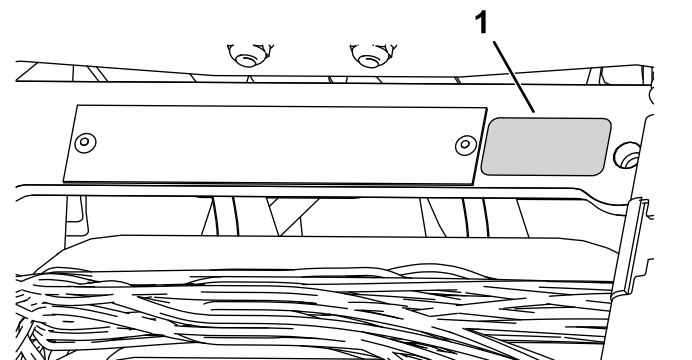

Bild 11
- Bringen Sie den Baujahr-Aufkleber in der Nähe der Seriennummernplatte an (Bild 11).